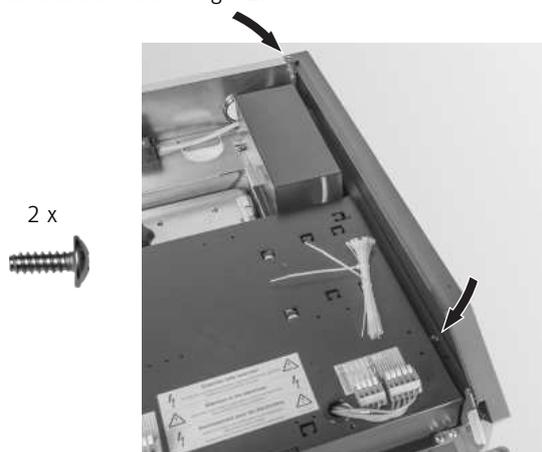

Fig. 62 Infilare la parte superiore del rivestimento e avvitare
- Infilare la parte superiore del rivestimento in corrispondenza della parete laterale destra e fissarla con 2 viti autofilettanti su ciascun lato – Fig. 62.